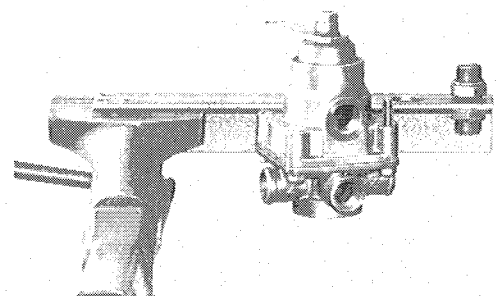

Abb. 2
2. a) Relaisventil an dem im Schraubstock des Prüfstandes eingespannten Spannwinkel befestigen (siehe Abb. 2).